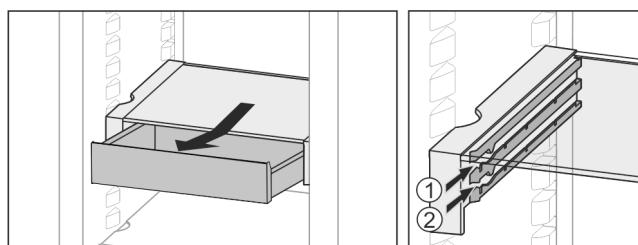

Fig. 38
- Вставити на будь-якій висоті Fig. 38 (1) або Fig. 38 (2).